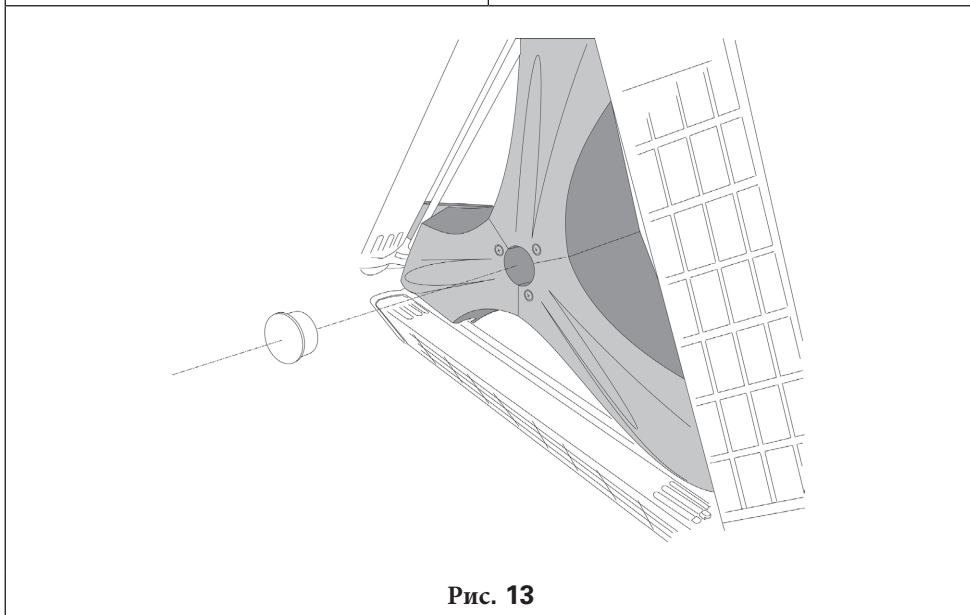

Рис. 13
14. Вставьте белую пластиковую крышку в отверстие в центре Girosole (рис. 13).